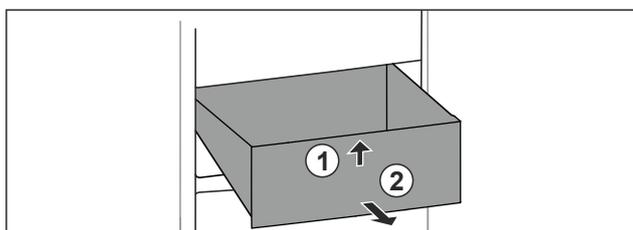

Fig. 43
- ▶ Soulever la partie avant du tiroir. Fig. 43 (1).
- ▶ Retirer le tiroir par l'avant. Fig. 43 (2)